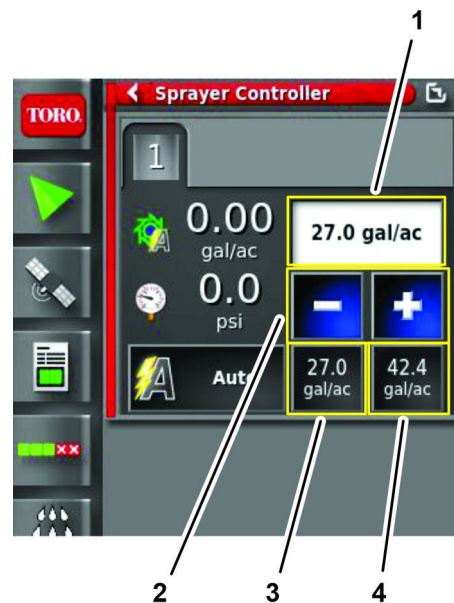

Figura 159
4. Se il volume non è corretto, modificalo con i volumi preimpostati, a incrementi fissi, o selezionando la casella del volume attuale per inserire manualmente un volume di applicazione (Figura 159).